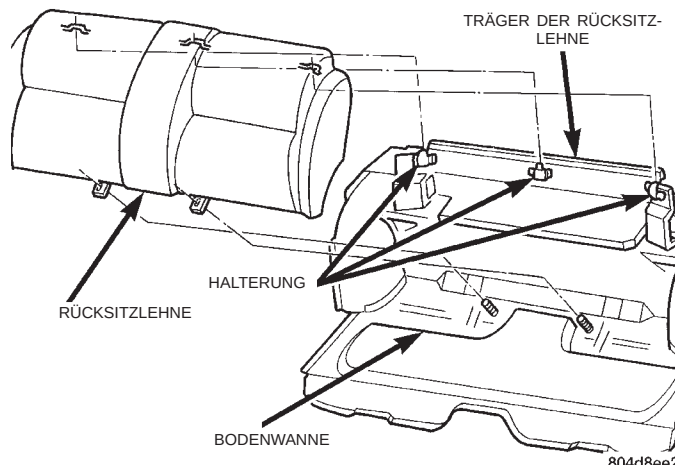

Abb. 59 Rücksitzlehne
- (3) Unterseite der Rücksitzlehne so weit nach vorn ziehen, bis die Halterungen der Rückenlehne aus den Stehbolzen in der Bodenwanne freikommen (Abb. 59).
- (4) Rücksitzlehne nach oben drücken und die Haken aushängen, mit denen die Rückenlehne an hinteren Träger des Rücksitzes befestigt ist.
- (5) Rücksitzlehne aus dem Fahrzeug nehmen.